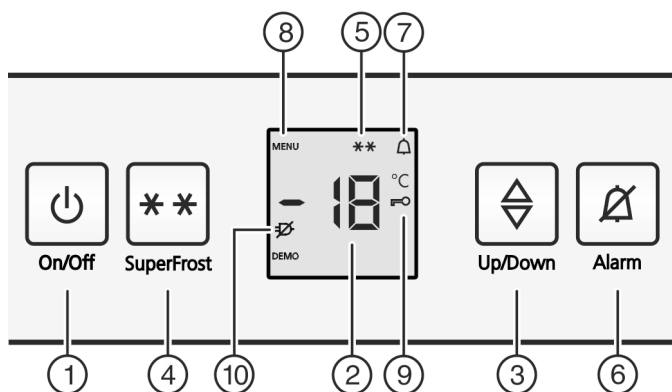

Fig. 2
- Il simbolo SuperFrost Fig. 2 (5) lampeggia assieme al display della temperatura.*
- ▶ Premere il tasto On/Off Fig. 2 (1).
- ▶ Attivazione del modo regolazione: premere il tasto SuperFrost Fig. 2 (4) per ca. 5 sec.
- ▷ Sul display viene visualizzato il simbolo menu Fig. 2 (8).
- ▶ Confermare brevemente con il tasto SuperFrost Fig. 2 (4).
- ▷ Sul display si illumina il simbolo sicurezza bambini Fig. 2 (9).
- ▶ Premere brevemente il tasto On/Off Fig. 2 (1).
- ▷ Il simbolo sicurezza bambini Fig. 2 (9) si spegne.
- ▶ Premere il tasto Allarme Fig. 2 (6).
Contemporaneamente lampeggiano il display della temperatura e il simbolo Allarme Fig. 2 (7).
L'allarme acustico si disattiva automaticamente e il simbolo Allarme Fig. 2 (7) si spegne e il display della temperatura cessa di lampeggiare, quando la temperatura è di nuovo sufficientemente fredda.